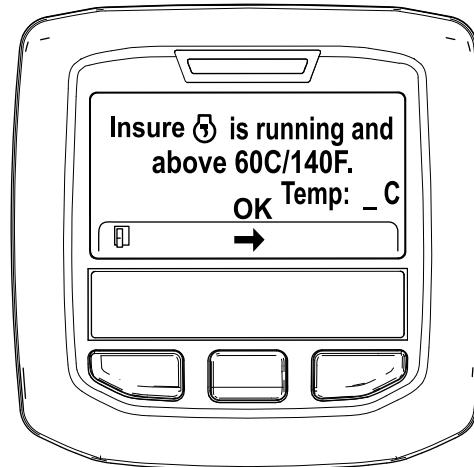

図 32
5. 冷却液の温度が 60°C (140°F) 未満の場合には、Insure ⑤ is running and above 60C/140F エンジン作動と冷却水を確認と表示される図 32。インフォセンターの上で冷却水温度を確認し、温度が 60°C (140°F) になるまでフルスロットルでエンジンを回転させてから中央ボタンを押す。